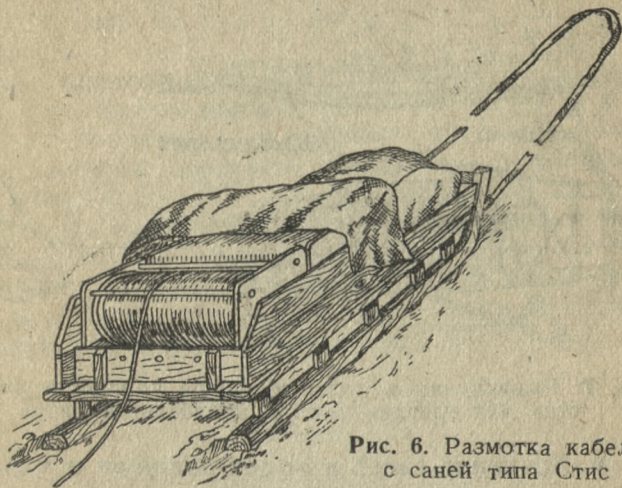

Рис. 6. Размотка кабеля с саней типа Стис
2. В случае надобности с санок может производиться размотка телефонного кабеля. Размотка возможна с катушек ТК-2, ТК-3, ТК-Р и ТК-10, при этом рукоятка оси должна быть выключена (не вращаться). Для того чтобы катушка при размотке не выскочила из санок, её следует укрепить к бортам или поставить в распор с другими катушками, как это показано на рис. 6.